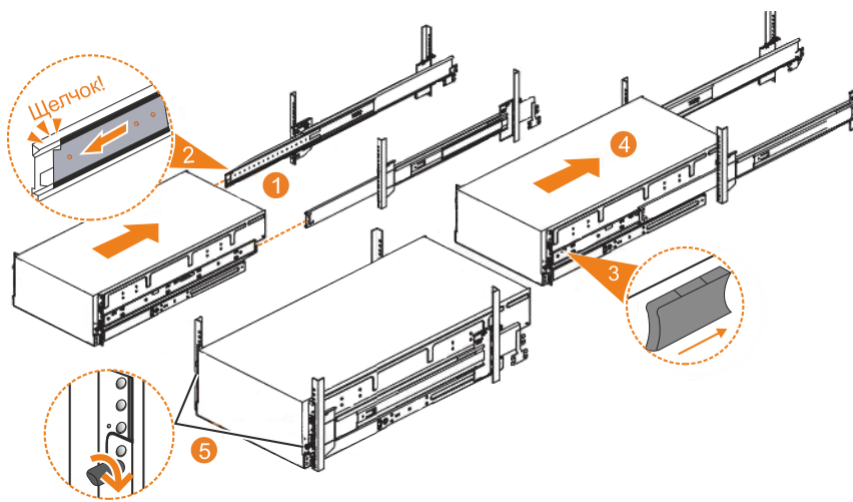

Рисунок 61. Замена корпуса 5U в стойке
1. Полностью выдвиньте левую и правую части лотка из стойки до блокировки направляющих в выдвинутом положении (1 на Рисунок 61 на стр. 60).
2. Убедитесь, что защелкнулся шариковый фиксатор внутри левой и правой частей лотка (2 на Рисунок 61 на стр. 60).
4. Найдите левый и правый синие фиксаторы с передней стороны корпуса. Надавите на них, чтобы разблокировать механизм лотка (3 на Рисунок 61 на стр. 60).
5. С усилием задвиньте корпус в стойку (4 на Рисунок 61 на стр. 60).
6. Затяните винты (5 на Рисунок 61 на стр. 60), чтобы закрепить корпус в стойке.